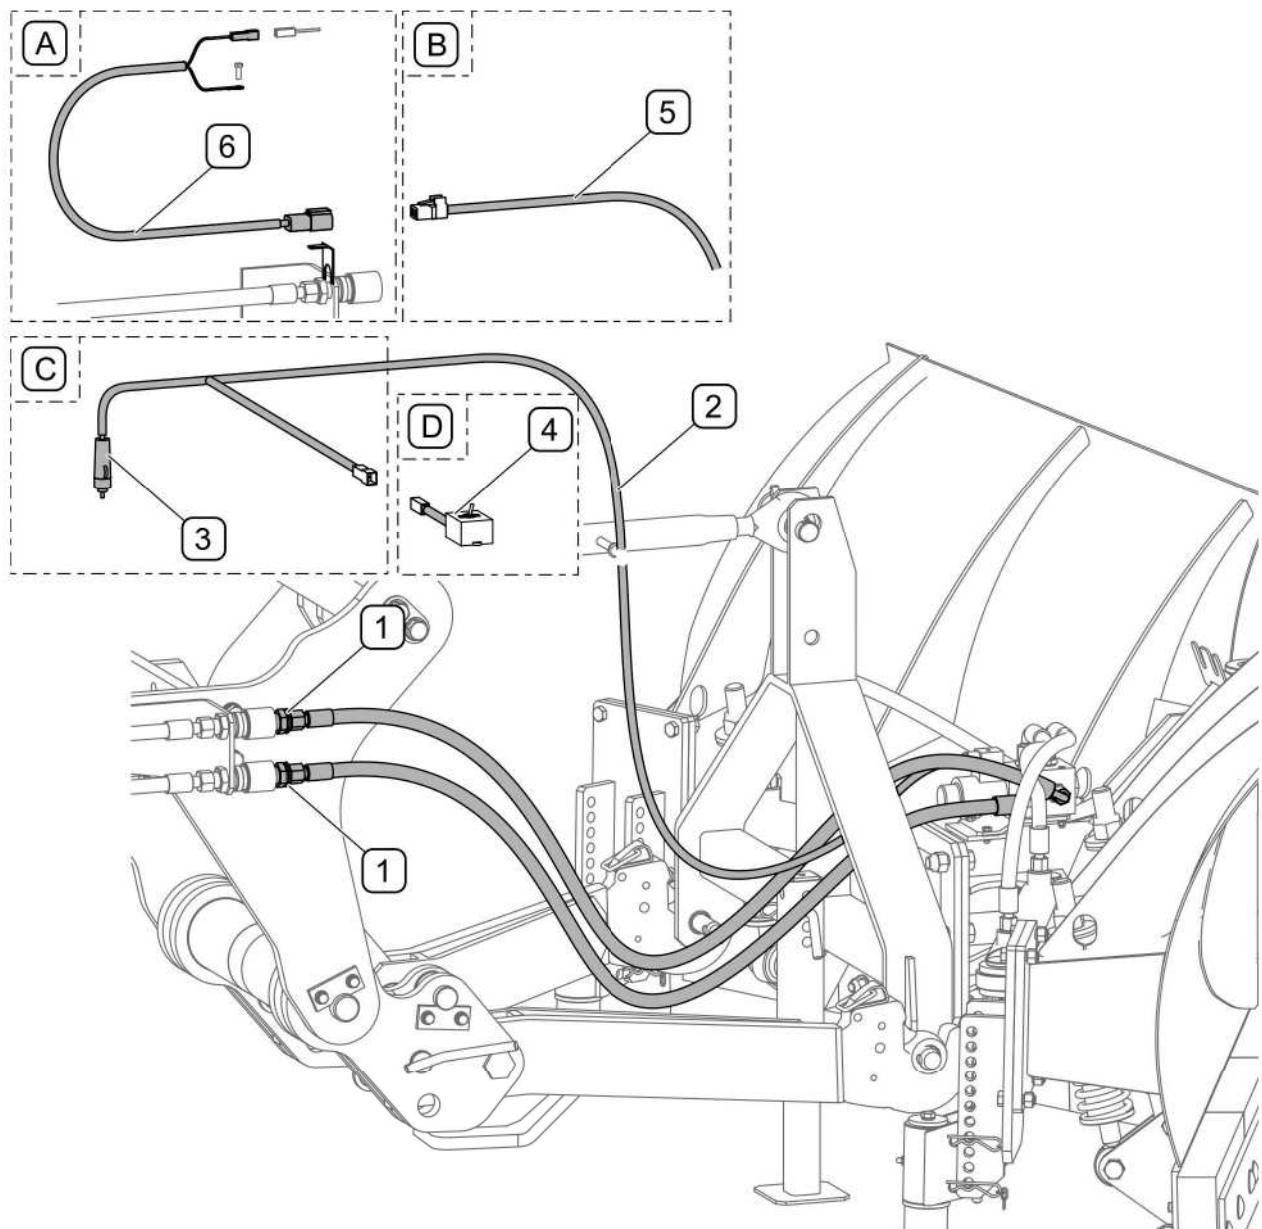

РИСУНОК 4.5 Присоединение гидравлической и электрической систем к
Штекеры гидропроводов (1) управления плугом нужно подсоединить к разъемам внешней гидравлики трактора (РИСУНОК 4.5). При присоединении гидропроводов к трактору необходимо следить за тем, чтобы провода не сгибалась и не перекручивались, а также обеспечить их защиту от повреждений.